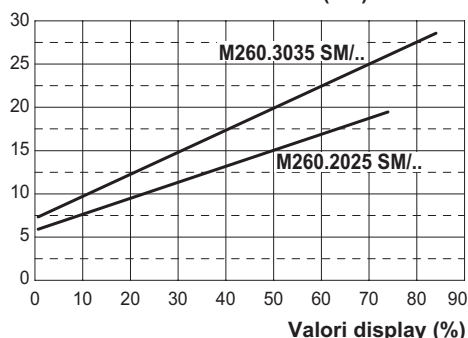
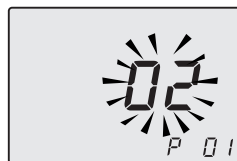
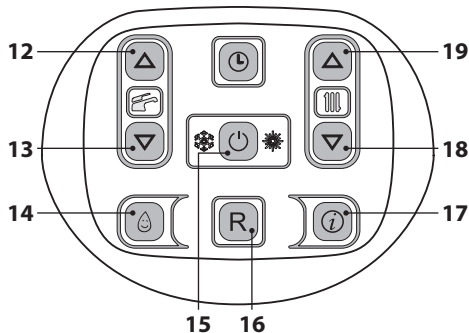

Figura 7.9
Figura 7.13
Figura 7.14
Il grafico in Figura 7.9 rappresenta come varia la potenza utile della caldaia in riscaldamento al variare del valore impostato nella scheda comando.
- Entrare in "modalità programmazione" premendo contemporaneamente per 10 secondi i tasti 15 - 18 - 19 (Figura 7.14) fino a far apparire sul display LCD le lettere **P01** e il valore del parametro, indicanti l'entrata nel "parametro 01" (Figura 7.13).
- Utilizzando i tasti 12 o 13 (Figura 7.14) è possibile modificare il valore del parametro 12 (riferirsi al grafico Figura 7.9 per determinare il valore corretto in funzione della potenza utile di riscaldamento).
- Premendo il tasto 15 (Figura 7.14) si ottiene la conferma del valore inserito.